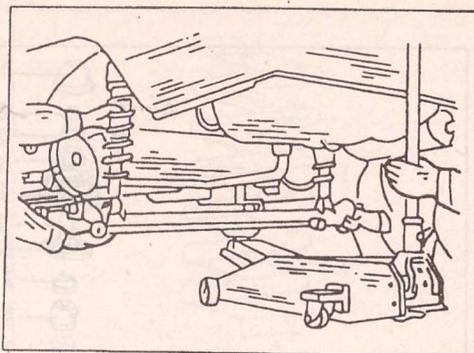

Рис. 215.
- Отвернуть верхнее крепление амортизатора, как описывается в следующем разделе и опустить всю подвеску на домкрат. Ассистент должен при этом удерживать ось на домкрате, чтобы она не упала. На рис. 215 показано, как выкатывается задняя подвеска из-под автомобиля.
- Подвести домкрат под середину задней оси, как показано на рис. 215, и приподнять ось, сняв нагрузку с амортизаторов.